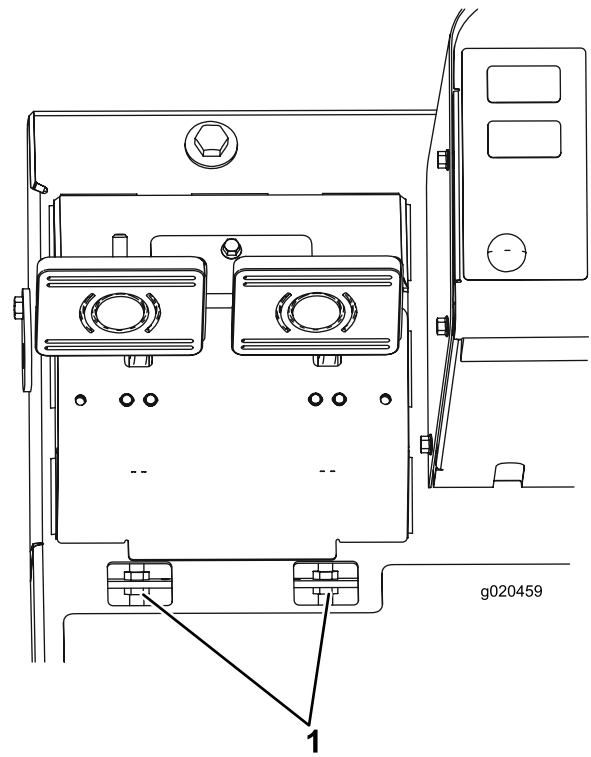

Figura 70
- B. Afloje la tuerca delantera del extremo roscado del cable de freno (Figura 70).